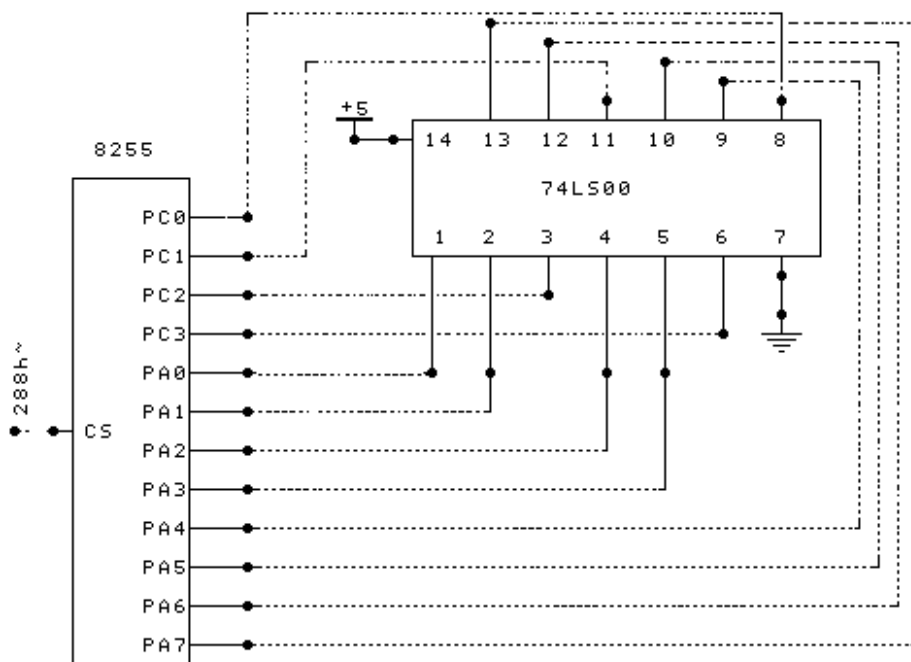

图4-23-1 集成电路测试电路图
1、按图4-23-1连接电路，其中74LS00插在通用插座上。
3、接线：按图4-23-1接线（图中虚线为实验所需接线）